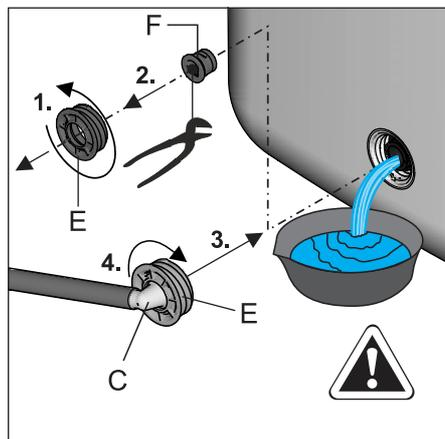

Fig. 6-3 Atornille la pieza de conexión premontada de la conexión de llenado y vaciado
- Desenrosque la pieza roscada (fig. 6-3, pos. E) de la conexión de llenado y vaciado y quite el tapón (fig. 6-3, pos. F) e **inmediatamente** vuelva a **enroscar** la pieza de conexión para mangueras premontada (fig. 6-1, pos. C) en la conexión de llenado y vaciado (fig. 6-3).